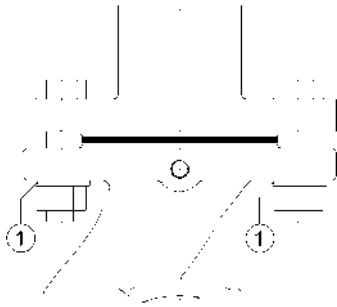

Fig. 12: Монтаж с комбинированным фланцем
- между головкой болта/гайки и комбинированным фланцем должны устанавливаться прилагаемые подкладные шайбы (рис. 12, поз. 1).